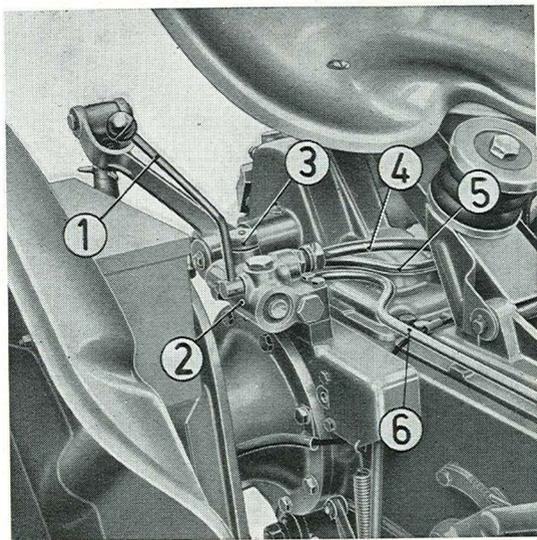

Fig. 4 - DISTRIBUTORE PER COMANDO SOLLEVATORE IDRAULICO
L'impianto di sollevamento oleodinamico è costituito essenzialmente da una pompetta ad ingranaggi, che riceve direttamente il moto dalla trasmissione del motore essendo fissata sul lato destro del suo basamento; dal distributore a stantuffino per il comando del sollevamento e dell'abbassamento degli attrezzi; dal serbatoio dell'olio; dal martinetto verticale munito di bielletta centrale di comando e di bracci di sollevamento del dispositivo di traino. Le caratteristiche costruttivo-funzionali della pompa e del martinetto del sollevatore, sono già state descritte a pag. 11. Il distributore è dotato di un semplice dispositivo che consente facilmente la regolazione della velocità di caduta dell'attrezzo sospeso (fig.4).
Per diminuire gradualmente detta velocità di caduta, girare in senso sinistrorso l'apposito bottone di comando (3) (fig. 4).